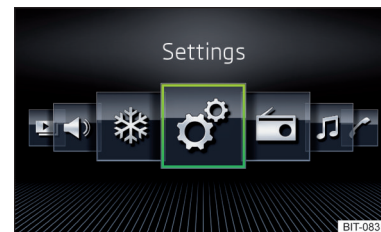

Abb. 170
- › Die Option **Raster-Anzeige** » Abb. 169 oder **Horizont. Anzeige** » Abb. 170 wählen.